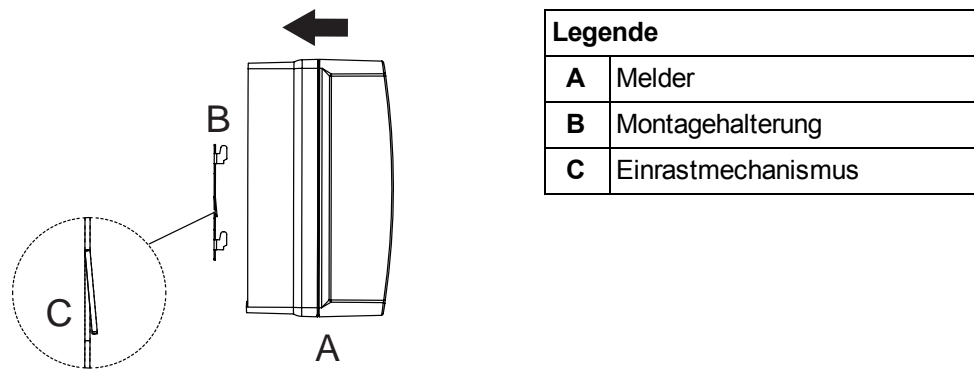

Abbildung 3-5: Montage des Melders
2. Achten Sie darauf, dass der Einrastmechanismus (C) nach außen gebogen ist wie in Abbildung 3-5 unten dargestellt.
3. Setzen Sie die vier Schlitze an der Rückseite des Melders in die Haken (D) der Montagehalterung ein.
4. Schieben Sie das Gerät nach unten auf die Haken (D), bis der Mechanismus (C) hörbar einrastet.